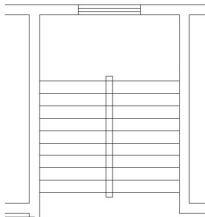

图 2.103 绘制出矩形
② 在指定另一个角点或 [面积(A)/尺寸(D)/旋转(R)]: 提示下, 输入矩形右上角点相对于左下角点的坐标, 即 “@160, 2920” ($2920=2700+2\times110$) 后, 按 Enter 键结束命令。这里的 “160” 是梯井的宽度, 结果如图 2.103 所示。
(3) 使用【偏移】命令将矩形向外偏移 80mm。